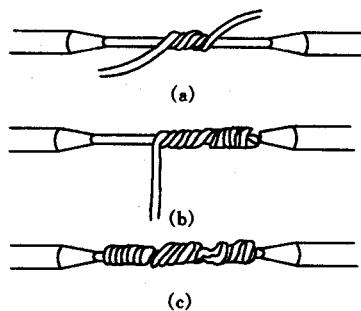

图 1-7 单芯铜导线直线连接工艺
(1) 单芯铜导线的直线连接。单芯铜导线的直线连接，如图 1-7 所示。